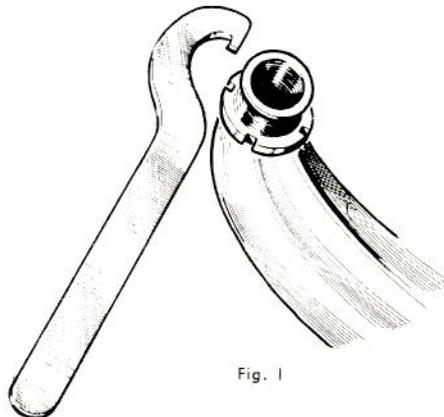

Fig. 1
- Débrancher la commande de changement de vitesses en desserrant les 2 serre-câbles (E) du secteur et en retirant les câbles (clé de 8) ; afin de faciliter le remontage, repérer la position des câbles sur le secteur.
- Desserrer l'écrou cranté du pot d'échappement (clé 0,74) (fig. 1) ainsi que la vis de fixation du pot à l'arrière (clé de 12 dans le cas du modèle Sport et clé de 8 dans le cas du modèle Tourisme). Retirer l'ensemble tuyau et pot d'échappement (attention au joint).